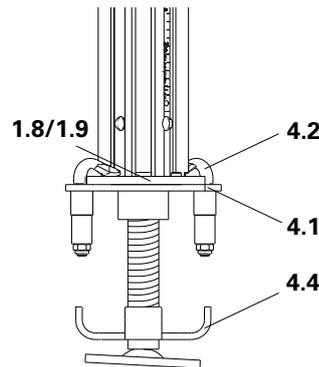

Fig. A2.15
2. A l'aide d'un marteau, emmancher les griffes de serrage (4.2) sur la platine de pied ou de tête de l'étau. Le Pied à vérin est maintenant connecté (Fig. A2.15)